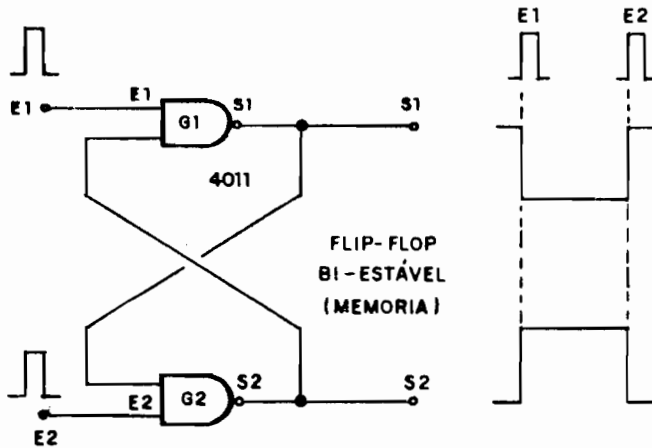

Fig.7
- FIG. 7 - FLIP-FLOP BI-ESTÁVEL (CÉLULA DE MEMÓRIA) COM GATES C.MOS - O diagrama mostra o equivalente, com **gates** digitais C.MOS, do circuito visto na fig. 2 (com transistores...). Observem as "formas" dos sinais presentes nas suas Entradas E1 e E2, bem como os correspondentes "resultados" nas Saídas S1 e S2... Se, num exemplo, quisermos "arquivar na memória" um dígito "1" (na Saída S2...) basta aplicarmos um breve pulso "1" na Entrada E1... S2 irá para "1" e assim ficará, até que a memória seja "apagada" (pela apli-